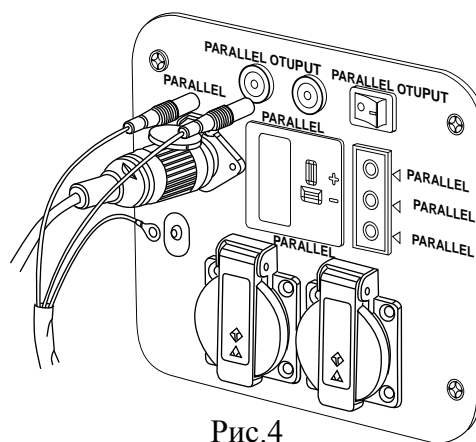

Рис.4
Разъем с параллельным выходом расположен на панели управления (Рис.4)
4. Подключите заземление на двух панелях управления. (Рис.4)